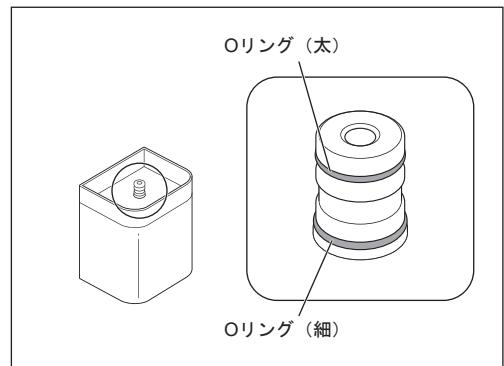

図50
- 1) 注水タンクのジョイント部にあるタンク用Oリングを針などで取り外します（図50）。